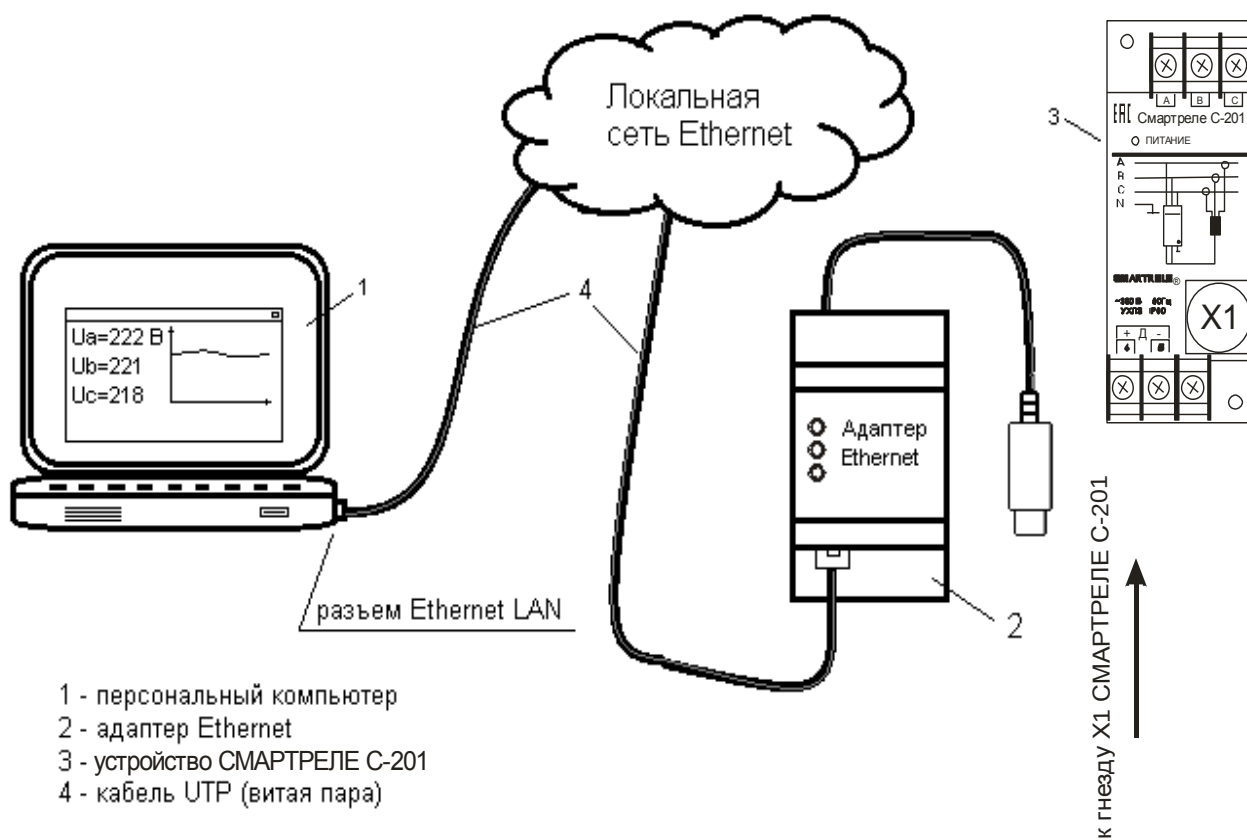

Рисунок 10 – подключение устройства СМАРТРЕЛЕ C-201 в локальную вычислительную сеть при помощи адаптера Ethernet
4.9 Соединение устройства с ПК может быть выполнено посредством аппаратных средств интерфейса Ethernet (рис.10).